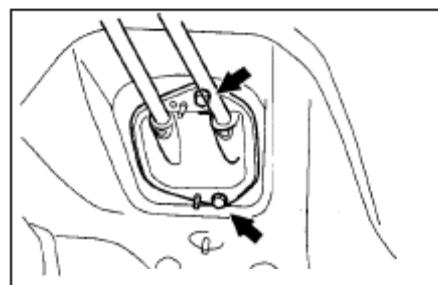

Рис.83
- (6) Открутите два болта(рис.83)
(7) Вытяните тросы управления из корпуса.
(8) Снимите фиксатор с тросов управления.